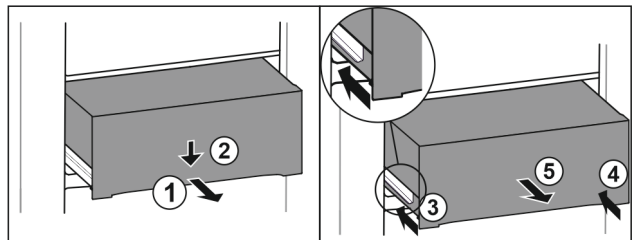

Fig. 102
- Tirer le tiroir jusqu'à mi-chemin. Fig. 102 (1)
- Appuyer sur l'avant du tiroir vers le bas. Fig. 102 (2)
- Insérer le rail gauche d'env. 2 cm. Fig. 102 (3)
- Insérer le rail droit d'env. 2 cm. Fig. 102 (4)
- Retirer le tiroir par l'avant. Fig. 102 (5)